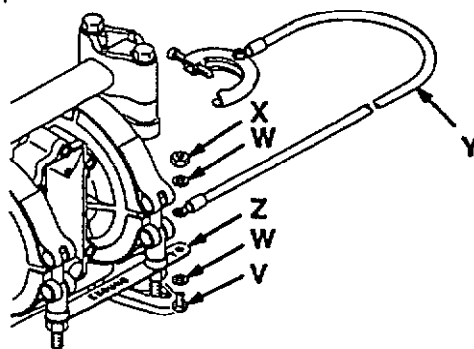

Fig. 1
Para conectar la bomba a tierra: fijar un cable de tierra (Y) al bome de masa (Z) con el tornillo (V), las arandelas (W) y la tuerca (X). Ver la fig. 1. Conectar el extremo de fijación del cable de tierra a una auténtica tierra. Para encargar un cable de tierra y una abrazadera, ver el capítulo accesorios.